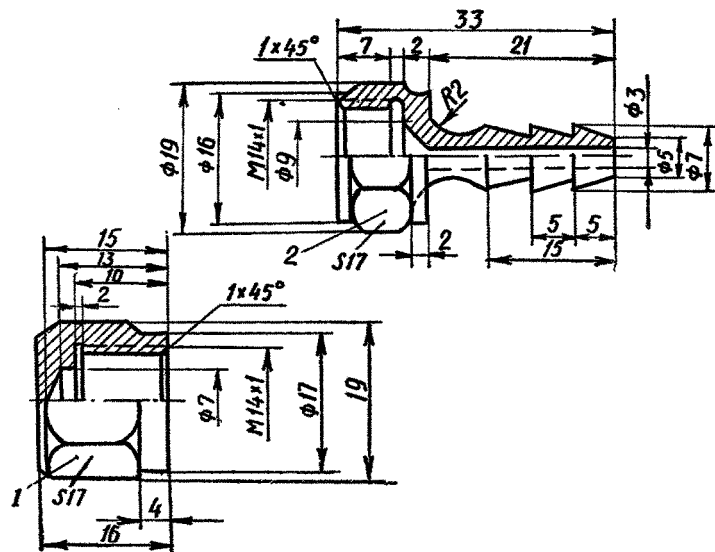

Рис. 4. Приспособление для проверки герметичности трубопроводов:
3. Проверить на герметичность трубопроводы системы АРД от штуцера “Атмосфера АРД” в электроотсеке до выпускных клапанов (агр. 2176Б), для чего: 3.1. установить трехходовой кран 11 агр. 2077 в положение “включен”; 3.2. установить ручкой задатчика 14 стрелку на шкале “НАЧАЛО ГЕРМЕТИЗАЦИИ” на деление 0,06 МПа (450 мм рт. ст.); 3.3. установить ручкой задатчика 15 скорость изменения давления на деление 24 Па/с (0,18 мм рт. ст./с); 3.4. снять колпачок 2 и на свободный штуцер фильтра 11ВФ-12-1, подключенного к агр. 2077, установить спецзаглушку 1 (рис. 4); 3.5. соединить с помощью специального переходника 2 штуцер “Атмосфера АРД” в электроотсек с установкой КПУ-3. 3.6. установить на установке КПУ-3 стрелки висотомера ВД-10 на “0”;